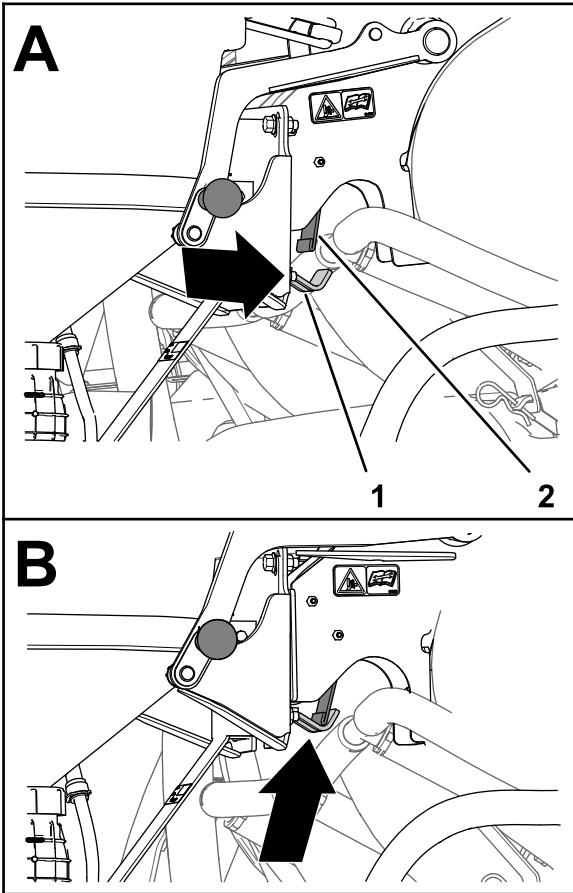

Рисунок 40
- Когда защелка опорной пластины будет находиться под планкой пружины (вид А на Рисунок 40), поверните рукоятку эдуктора внутрь так, чтобы часть защелки с крюком была выведена за планку пружины (вид В на Рисунок 40).